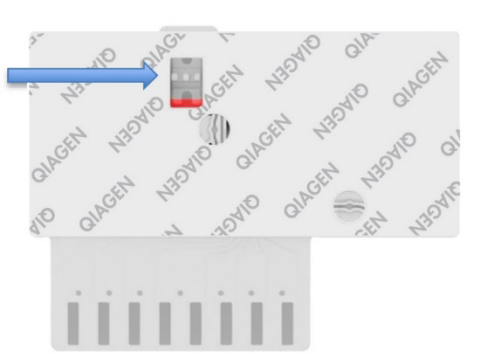

Figura 43. Janela de inspeção de amostras (seta azul).
7. Confirme visualmente se a amostra foi carregada verificando a janela de inspeção de amostras do QIAstat-Dx Respiratory SARS-CoV-2 Panel Cartridge (Figura 43).